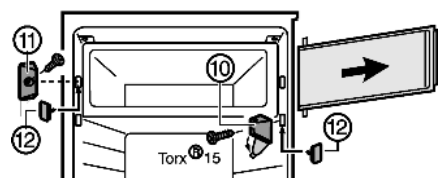

Fig. 6*
- ▶ Откиньте крышку на кронштейне Fig. 6 (10).*
- ▶ Открутите кронштейн Fig. 6 (10) с дверцей блока.*
- ▶ Открутите запирающий элемент Fig. 6 (11).*
- ▶ Закройте открывшиеся отверстия прилагаемой крышкой Fig. 6 (12).*